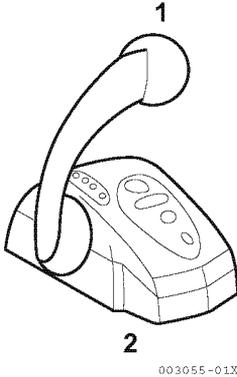

Figura 1
3. Coloque la palanca de control del mando de control (2, **Figura 1**) en punto (1, **Figura 1**) muerto.